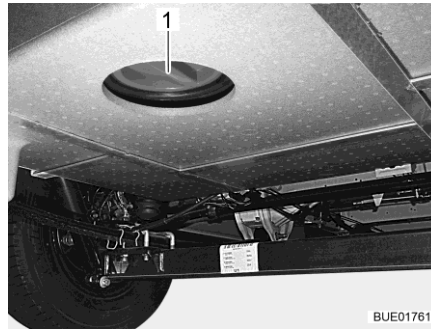

Bild 285 Reinigungsoffnung (Abwassertank)
- Reinigungsoffnung (Bild 285,1) am Abwassertank und den Ablasshahn öffnen.